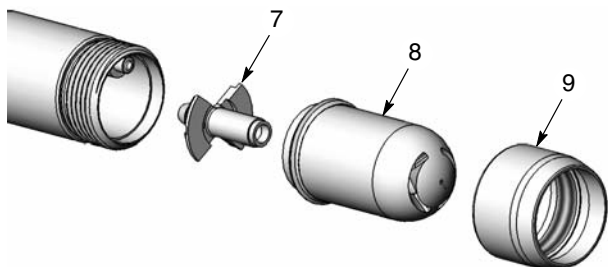
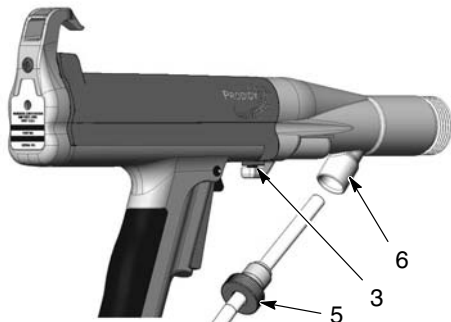

Figura 17 Remoção do bico e do adaptador do tubo
Figura 23 Desaperto do parafuso de fixação do adaptador
2. Consulte a figura 17. Desenrosque e desligue, da pistola para pintura, a porca de fixação (9) e o conjunto bico (8).
3. Retire o adaptador para tubo (7) do tubo de pó.
1. Consulte a figura 17. Desenrosque o bico (8) e a porca de fixação (9) da pistola para pintura.
2. Retire o adaptador do tubo (7) do tubo de pó.
3. Consulte a figura 23. Desenrosque o dispositivo de blocagem (5) e puxe o tubo de pó para fora do adaptador da pistola (6).
4. Desaperte o parafuso de fixação (3) situado na parte inferior do adaptador da pistola.
6. Consulte a figura 17. Para instalar o tubo de pó, siga o procedimento *Instalação do tubo* na página 7.
8. Consulte a figura 17. Para instalar o tubo de pó, siga o procedimento *Instalação do tubo* na página 7.